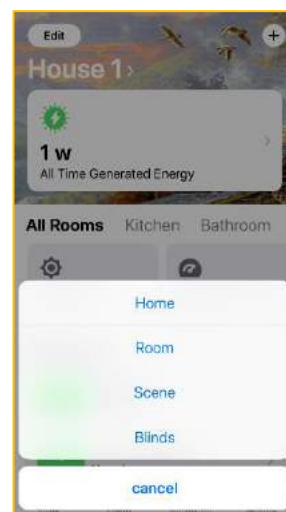

Abbildung 51
10.11.2. Im angebotenen Menü **Blinds** auswählen (Abb. 51).